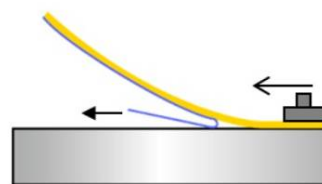

図.2
4. 定盤を90度回転させ、図.2の様に離型紙を徐々に引っ張りながら貼付け工具で貼付けます。